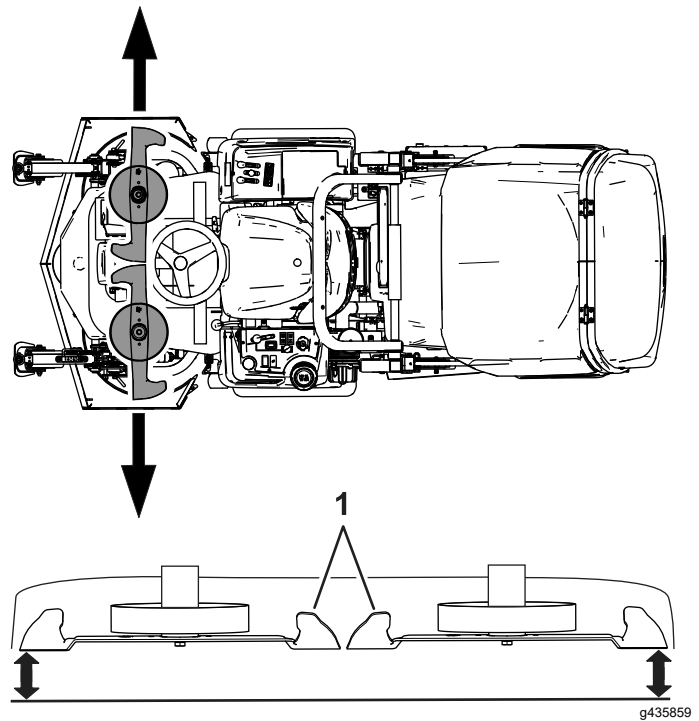

Bild 103
3. Stellen Sie ein seitliches Messer auf die äußerste Stellung (Bild 103).
4. Messen Sie den Abstand zwischen dem Boden und dem äußersten Punkt der Schnittkante des Messers (Bild 103).
5. Fluchten Sie das Seitenmesser an der anderen Seite des Mähwerks mit der äußersten Stellung aus (Bild 103).
6. Messen Sie den Abstand zwischen dem Boden und dem äußersten Punkt der Schnittkante des Messers mit einem Messklotz (Bild 103).
8. Messen Sie den äußersten Punkt der Schnittmesseranten (**Bild 103**).